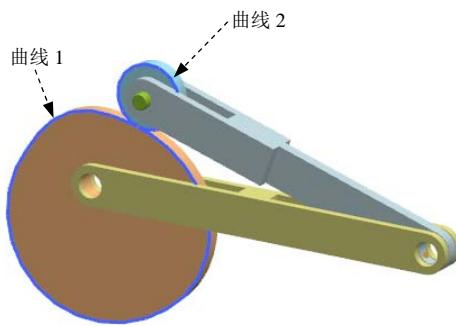
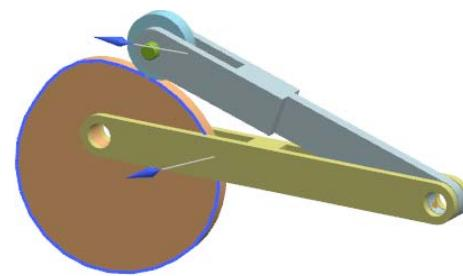

图 6.5.6 定义接触曲线
图 6.5.7 定义材料侧箭头方向
(2) 定义接触曲线。单击对话框**操作**区域中的**\*选择平面曲线(0)**按钮, 选取图 6.5.6 所示的曲线 1 为操作曲线; 单击对话框**基本**区域中的**\*选择平面曲线(0)**按钮, 选取图 6.5.6 所示的曲线 2 为基本曲线, 如有必要, 单击反向按钮 $\square$ , 使两曲线的材料侧箭头如图 6.5.7 所示。